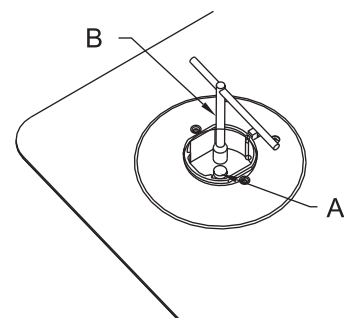

FIG.10
- Remplacez les injecteurs avec des injecteurs correspondant, en respectant les informations du tableau qui suit. (Voir fig. 10)
Retirez d'abord le chapeau et la couronne, puis à l'aide d'une clé « B », dévissez l'injecteur « A ». (Voir fig. 10)